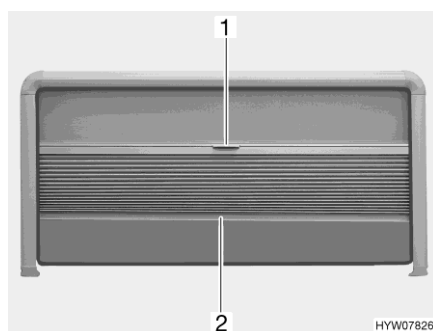

Bild 27 Faltverdunklung und Insektenschutzrollo (Ausstellfenster)
*Schließen:* ■ Die Faltverdunklung in der Mitte des Abschluss-Stabes (Bild 27,2) fassen und vorsichtig nach unten ziehen.
*Öffnen:* ■ Den Abschluss-Stab (Bild 27,2) der Faltverdunklung in der Mitte halten und die Faltverdunklung vorsichtig nach oben schieben.
*Schließen:* ■ Das Insektenschutzrollo am Griff (Bild 27,1) nach unten ziehen.
*Öffnen:* ■ Das Insektenschutzrollo am Griff (Bild 27,1) ganz nach oben schieben.